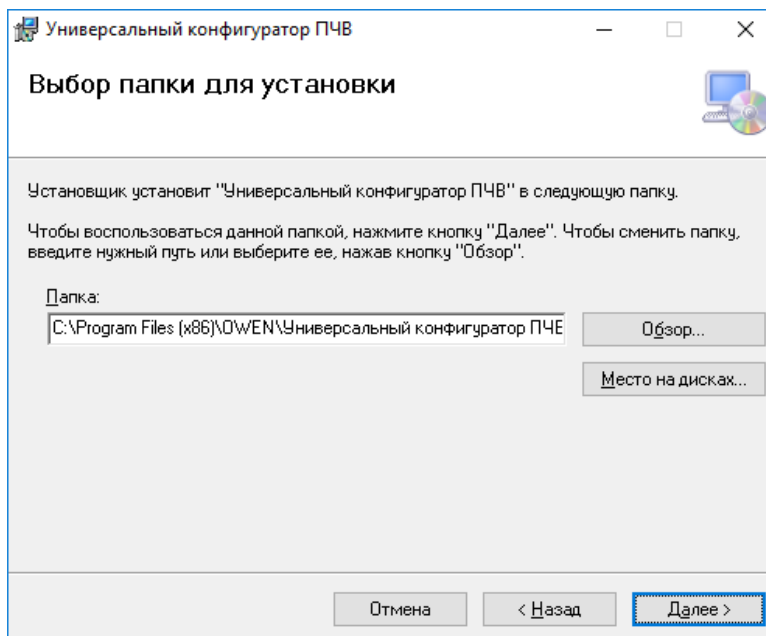

Рисунок 2.2 – Окно выбора директории для установки «Универсального конфигулятора ПЧВ»
2. Нажать кнопку **Далее**. Откроется диалоговое окно задания директории для установки программы (рис. 2.2).